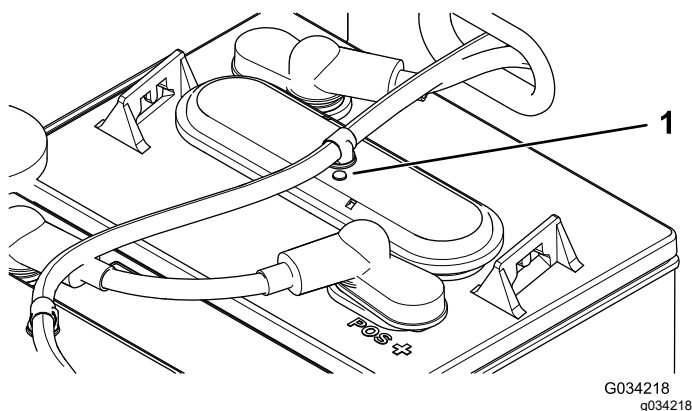

Figure 38
3. Sur chaque batterie, vérifiez si l'œil magique est noir ou blanc (Figure 38).